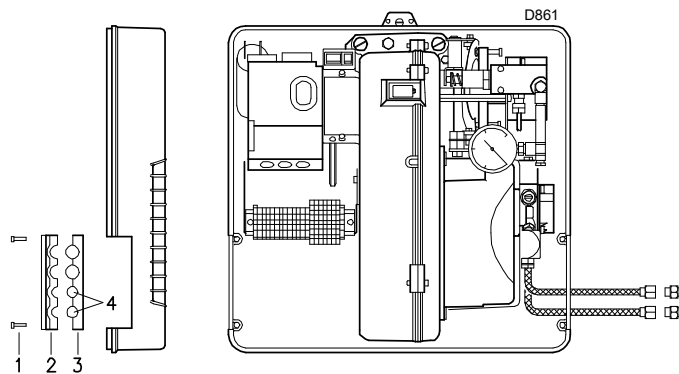

Fig. 19
- Faire passer les tuyaux flexibles par les trous de la plaque, de préférence de droite (Fig. 19) ;